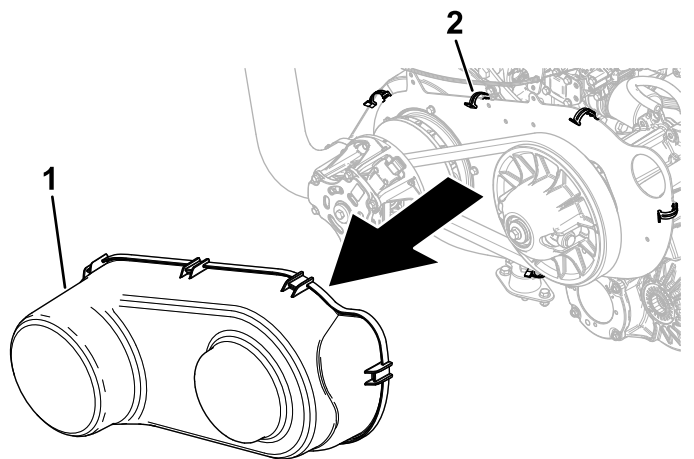

Figura 91
5. Desenganche los 6 clips de resorte que fijan la cubierta de la correa y retire la cubierta (Figura 91)
8. Coloque la cubierta de la correa (Figura 91).
10. Coloque la cubierta de la correa (Figura 91).